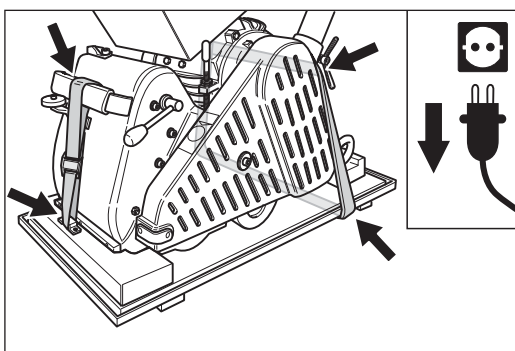

Abb. 38 Transport oder Lagerung der Maschine auf dem Unterteil der Transportkiste.
- Für den Transport oder die Lagerung der Maschine können Sie die Maschine auch auf dem Unterteil der mitgelieferten Transportkiste mit zwei Gurten fest verschnüren (Abb. 38)! So werden Beschädigungen an der Schleifwalze und an den Rädern (Unrundheit) vermieden!
**Für die Lagerung der Maschine über einen längeren Zeitraum stellen Sie die Maschine auf das Unterteil der mitgelieferten Transportkiste (Abb. 38)! So werden Beschädigungen an der Schleifwalze und an den Rädern (Unrundheit) vermieden!**